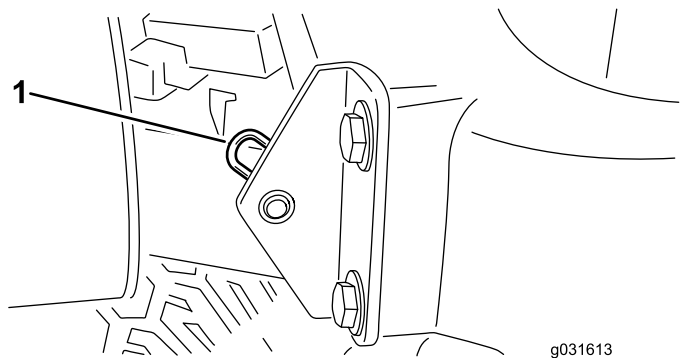

Figure 30
2. Retirez la goupille fendue qui fixe le pivot de capot aux supports (Figure 30).